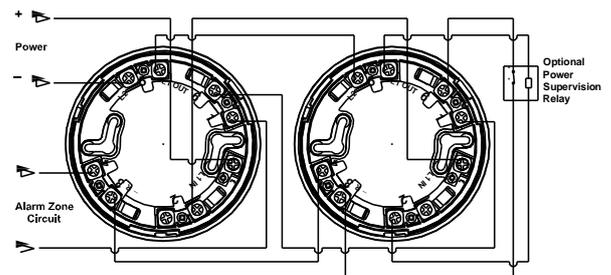

Рис. 3 – четырех проводная схема подключения
- c. Рис. 3 – 4-х проводная схема